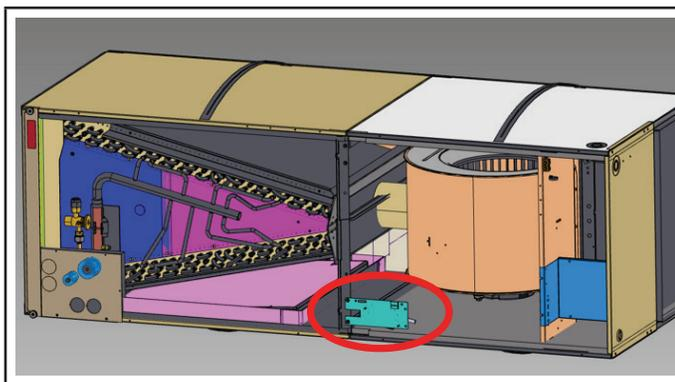

FIGURE 22
- 3 - Les panneaux du ventilateur-convecteur étant retirés, installez le support du capteur sur l'unité en alignant les trous du support central comme illustré à la figure 22. Remarque : le capteur doit être orienté vers l'intérieur de l'unité.